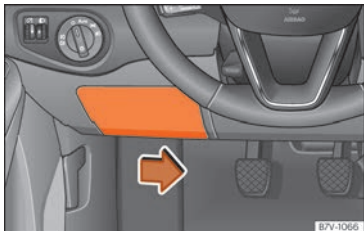

Abb. 61 Auf der Fahrerseite in der Instrumententafel: Abdeckung des Sicherungskastens.
- Zum Entriegeln des Deckels den Verriegelungshebel an der Unterseite nach rechts drücken »» **Abb. 61**.